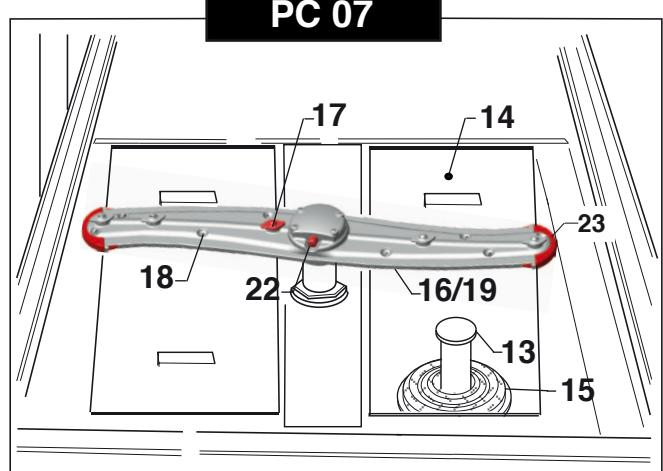

Fig. 8
3.3 DOSAGGIO LIQUIDO BRILLANTANTE con POMPA IDRAULICA (Fig. 8)
3.4 DOSAGGIO LIQUIDO**DETERGENTE (Fig. 8)**